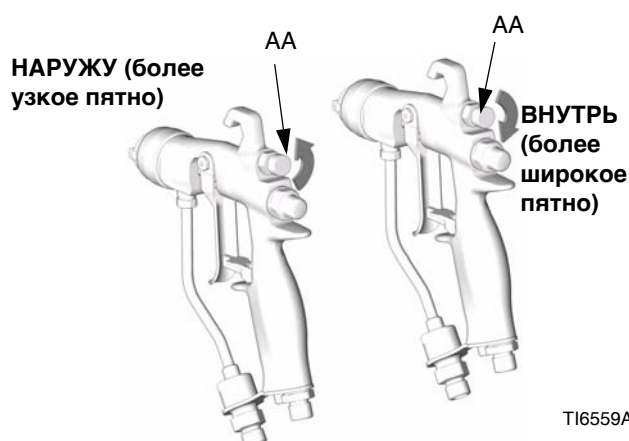

Рис. 5. Кнопка Воздушного Пятна
1. Смотрите Рис. 5. Перекройте подачу воздуха, регулирующего факел (AA), поворачивая регулятор по часовой стрелке до конца. Это позволит получить наиболее широкое пятно распыления.
3. Смотрите Рис. 5. Для того чтобы сузить факел распыла, поверните регулятор (AA) против часовой стрелки. Если пятно распыления недостаточно узкое, немного увеличьте давление воздуха, подаваемого на пистолет, или используйте другой размер распылителя.